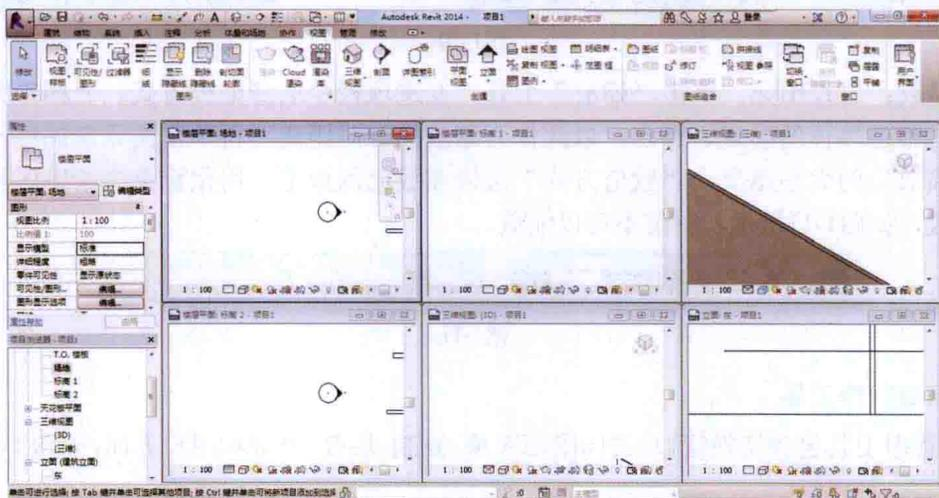

图1-14
- 平铺：使当前打开的所有窗口平铺在绘图区域，如图1-14所示。